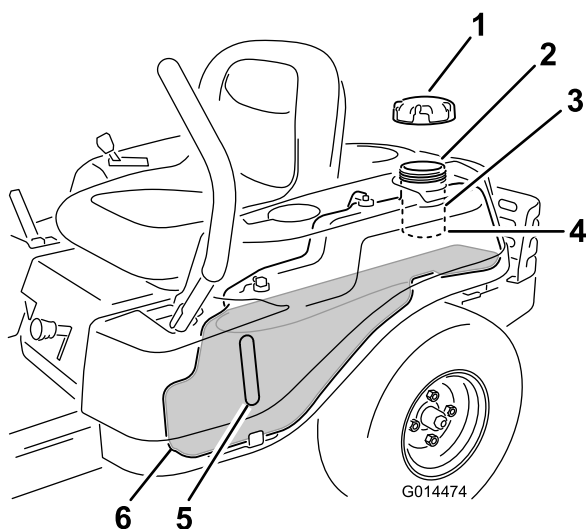

Figura 9
Nota: È possibile utilizzare l'indicatore di livello del carburante per controllare la presenza di benzina prima di procedere al riempimento del serbatoio (Figura 9).
2. Aggiungete **lentamente** normale benzina senza piombo fino a che il carburante raggiunge la base del bocchettone di riempimento (Figura 9).